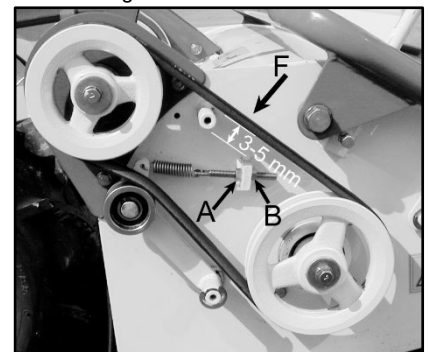

Figura 18
- Si la máquina no se detiene una vez soltada la palanca del embrague de accionamiento, ajuste el cable de tensión de la siguiente manera: desatornille el tornillo de bloqueo (A, Figura 18) y desatornille la tuerca (B, Figura 18). Pruebe la máquina de nuevo. Realice el ajuste nuevamente si es necesario. Una vez realizado el ajuste, atornille el tornillo de bloqueo (A, Figura 18) en la tuerca (B, Figura 18).
- Si la máquina no se mueve al presionar la palanca del embrague de accionamiento, ajuste el cable de tensión de la siguiente manera: desatornille el tornillo de bloqueo (C, Figura 18) y desatornille la tuerca (D, Figura 18). Pruebe la máquina de nuevo. Realice el ajuste nuevamente si es necesario. Una vez realizado el ajuste, atornille el tornillo de bloqueo (C, Figura 18) en la tuerca (D, Figura 18).